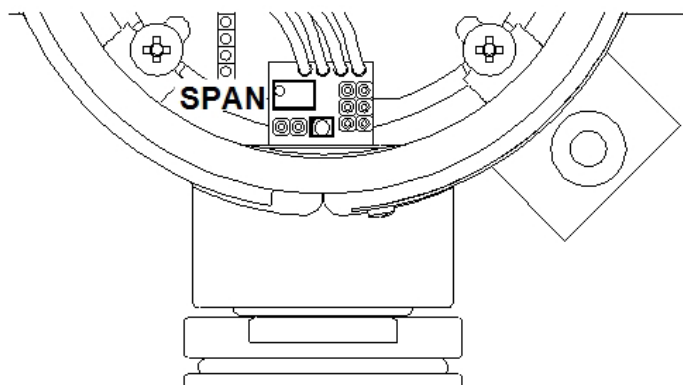

Рис. 8: Расположение резистора SPAN на датчике токсичных газов.
• Настроить резистор SPAN (Рис. 8), пока на вольтметре не появится значение напряжения равное тому, которое получено из расчета по формуле. Если с первого раза не удалось провести калибровку, оставьте прибор на 10 минут на чистом воздухе, и затем повторите процедуру.